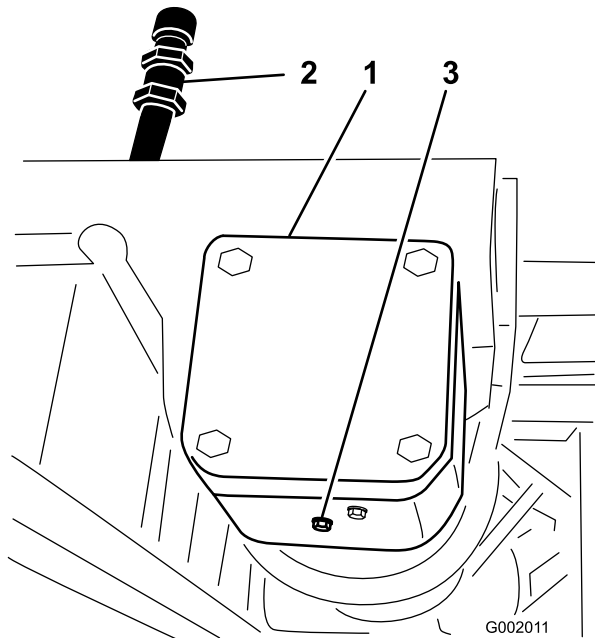

Figura 69
- Coloque un recipiente debajo del tapón de vaciado de la caja de engranajes de la transmisión de la bomba (Figura 69).
- Retire el tapón de llenado y el tapón de vaciado (Figura 69) y deje fluir el aceite al recipiente.